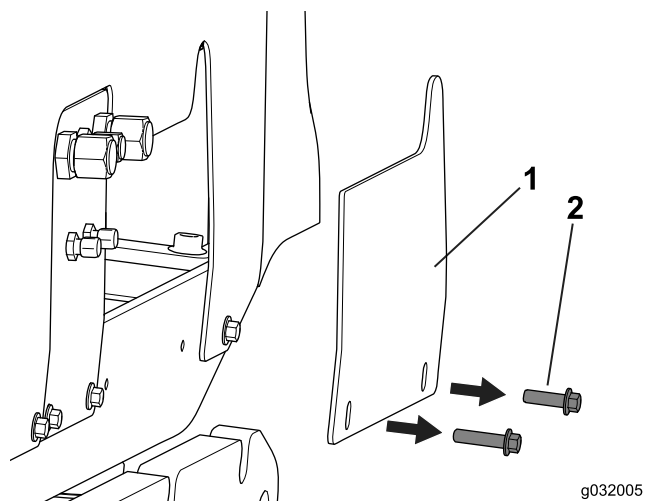

Рисунок 3
6. Снимите имеющуюся плоскую крышку с задней части машины, как показано на Рисунок 3.